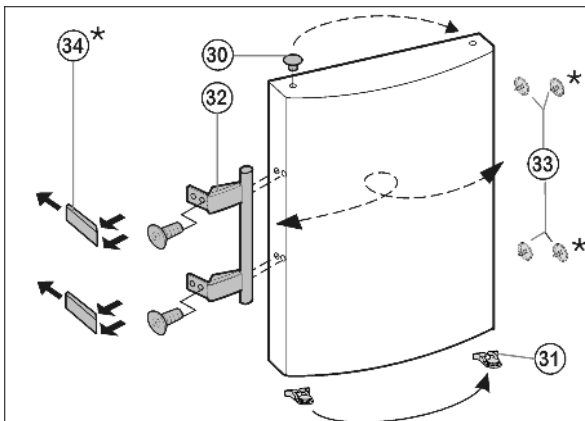

Fig. 8
- ▶ Enlever le bouchon Fig. 8 (30) du coussinet de la porte et le permuter de l'autre côté.
- ▶ Démonter la poignée de porte Fig. 8 (32), les bouchons Fig. 8 (33) et les plaques d'appui* Fig. 8 (34) et les permuter sur le côté opposé.